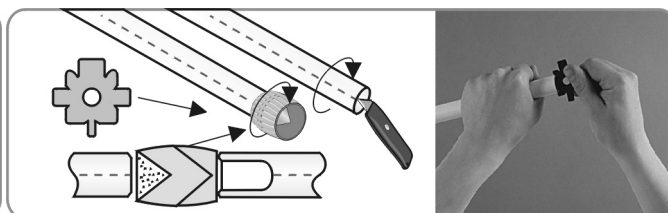

Рис. 24. Подготовка конца трубы
*** Подготовка конца трубы (рис. 24)**